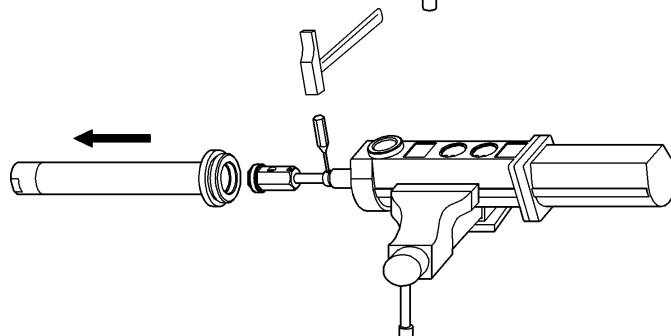

Fig. 5
3. Remove the pin (19) located in the upper part of the connecting rod (20) (fig. 5) and unscrew the rod from the air piston rod (8).
4. Extraer el pasador (19) situado en la parte superior del eje válvula impulsión (20) (Fig. 5) y desenroscar el eje del vástago (8).
4. Extraire la baguette (19) située au niveau de la partie supérieure de l'axe de la soupape d'impulsion (20) (voir Fig.5) et desserrer l'axe du piston (8).